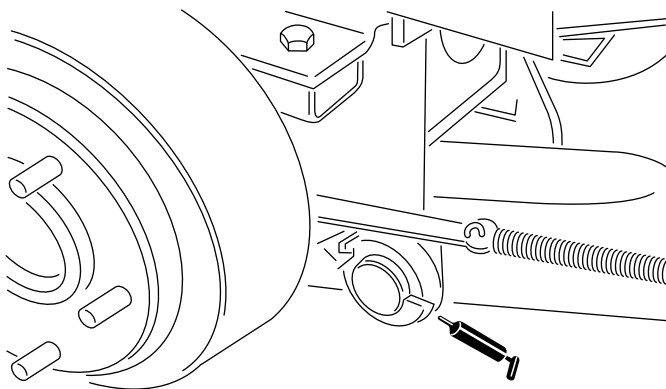

Figura 18
- Articulações do braço de elevação trás (2) (Figura 18)